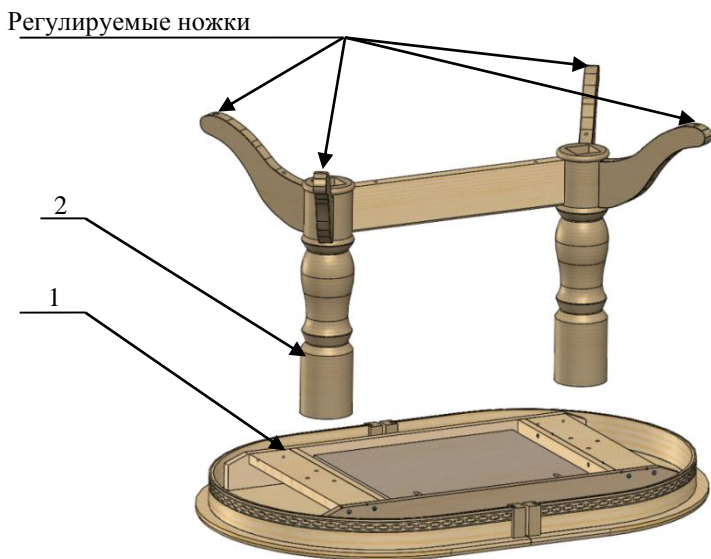

Рис. 2.
3.6. Соединить собранный узел с подстольем, вставив шпильки, ввинченные в верхние части ног (2), в отверстия на опорных брусках подстоля столешницы в сборе(1) рис.2. Закрепить ноги с подстольем посредством гаек (5), через шайбу (11).